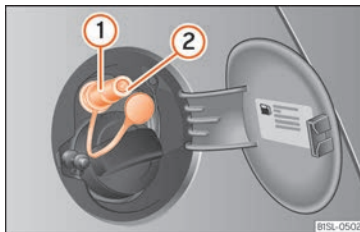

Fig. 180 Tapa del dipòsit oberta: boca de càrrega de gas ①, retenidor de la boca de càrrega ②.
- Destapeu la boca de càrrega de gas **fig. 180 ①**.